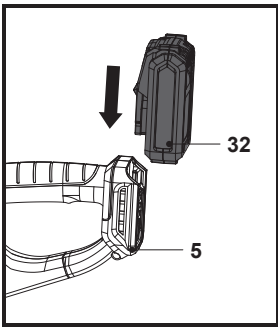

Fig. 17
- 1. Aligner la batterie (32) sur les glissières du port de connexion de la batterie (5) et faire glisser la batterie pour la fixer. S'assurer qu'elle s'enclenche (Fig. 17).